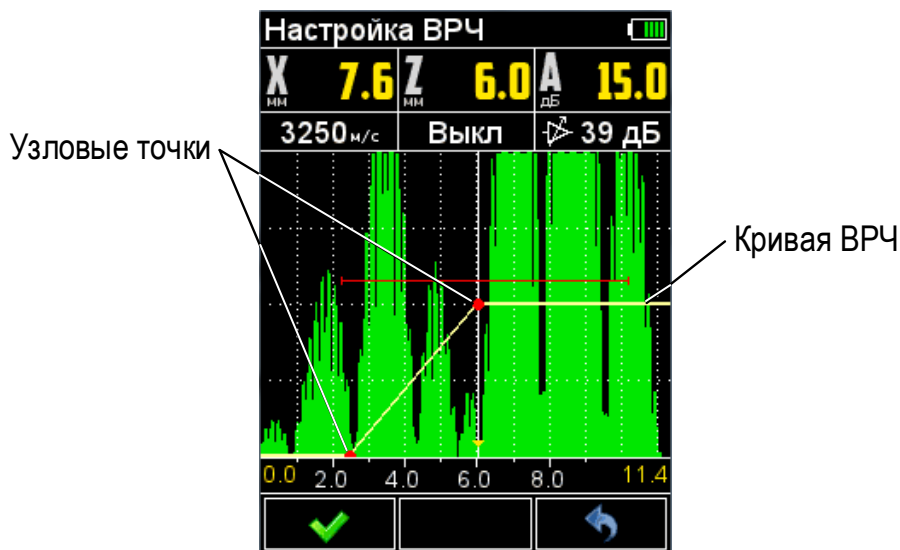

Рисунок 31
– повторить процедуру создания узловой точки для дальнего отражателя (рисунок 31). Откорректировать вертикальное положение точки, таким образом, чтобы амплитуды сигналов от ближнего и дальнего отражателей находились на красном уровне строга;